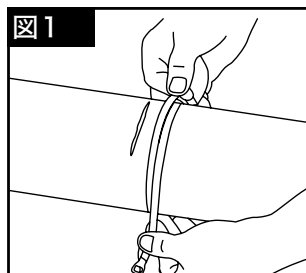
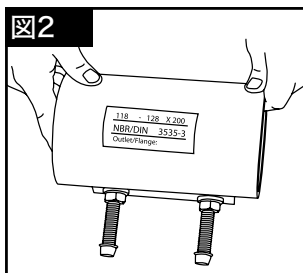

図1
図2
- 1) Controllare che la tubazione da riparare sia compatibile con le dimensioni coperte dalla gamma Handiclamp (Fig.1) + (Fig.2).
- 1) 損傷した管の実際の外径を測定し、選択したハンディクランプの適用範囲内であることを確認してください。(図1、図2)